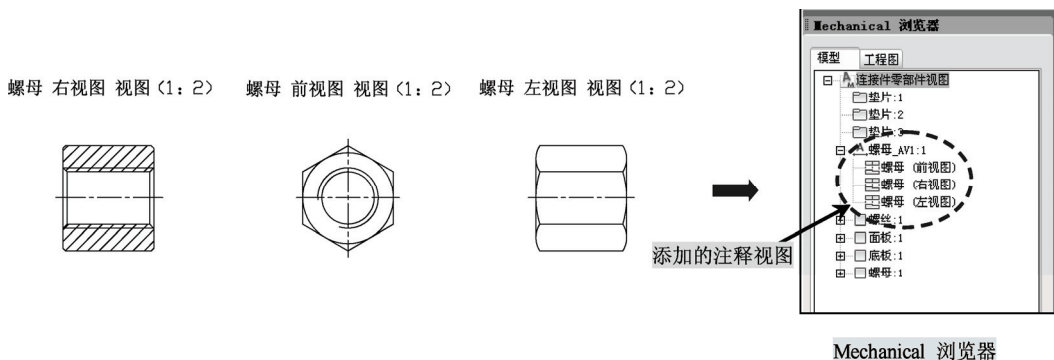

图 7-33 创建注释视图
11) 用户对“螺母”添加注释视图, 执行“结构/创建/注释视图”命令, 在命令行中将显示如下提示信息, 如图 7-33 所示。